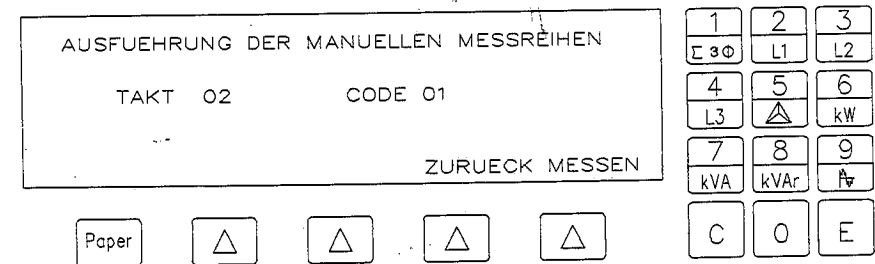

Abb. 3.52
- Mit erneutem [2] Zugang zur Seite für manuelle Meßreihen. Auf dem Display erscheint eine Seite wie in Abb. 3.52.